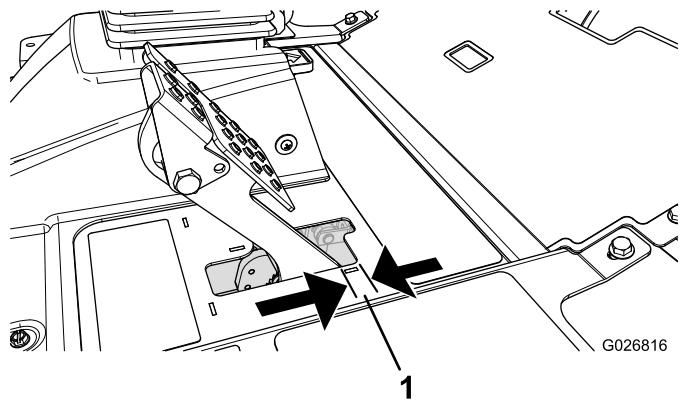

Figura 86
Ajuste los frenos si el pedal de freno tiene más de 2,5 cm de holgura, o cuando se necesite más fuerza para frenar (Figura 86). La holgura es la distancia que recorre el pedal de freno antes de notarse una resistencia de frenado.
2. Apriete la tuerca trasera para mover el cable hacia atrás hasta que los pedales de freno tengan una holgura de 0,63 a 1,27 cm antes de que se bloquee la rueda (Figura 86).